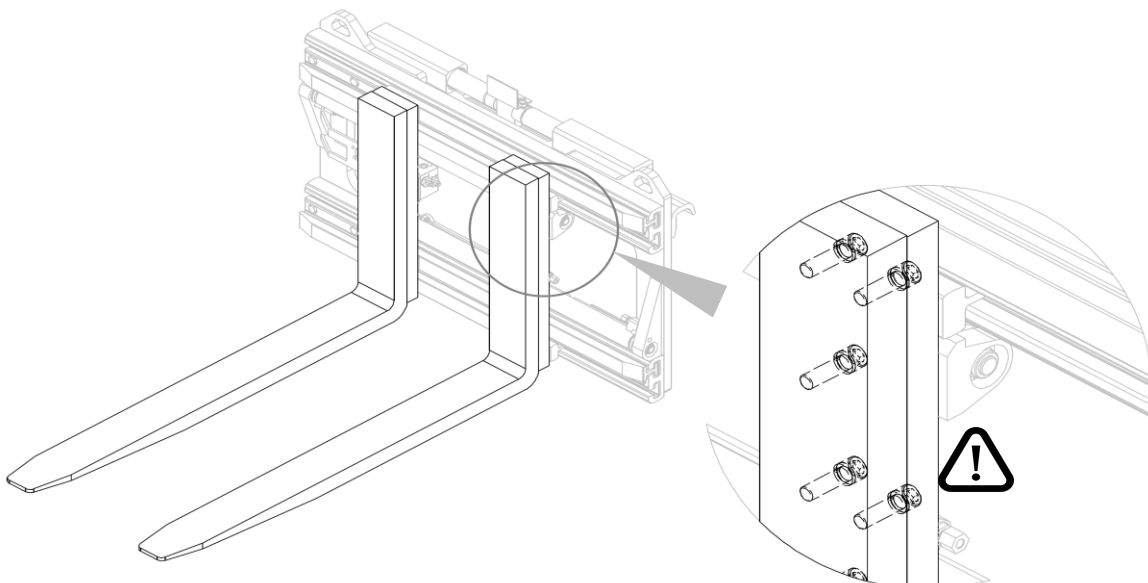

Figure 12
3. Vérifier le blocage correct des fourches (voir *Figure 12*).